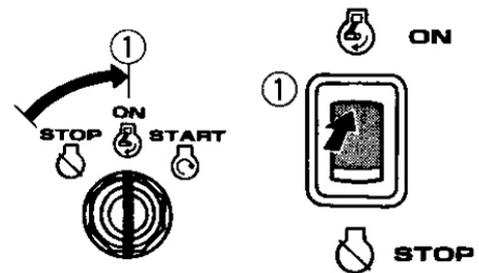

Рис.12
2. Переведіть перемикач запалювання двигуна в положення ON («УВИМК.»)(Рис.12).
6. Переведіть важіль повітряної заслінки карбюратора в положення OFF («ВИМК.») (Рис. 12).